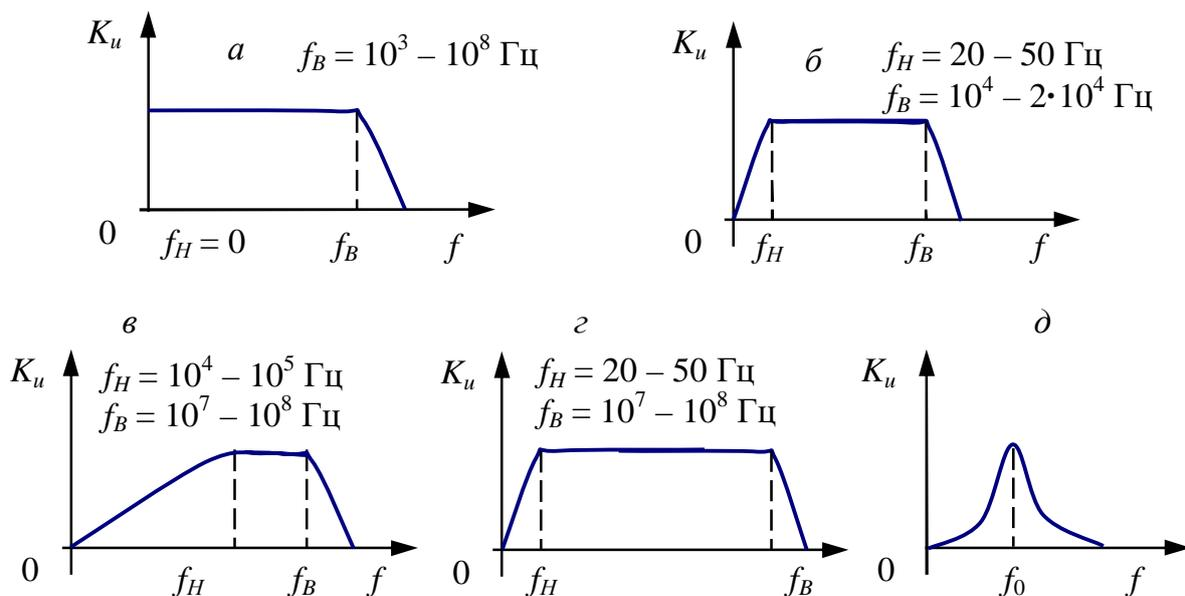

Рис. 10.45. Амплитудно-частотные характеристики усилителей:
- усилители медленно изменяющихся напряжений и токов или усилители постоянного тока (рис. 10.45, а);
- усилители низких частот (рис. 10.45, б);
- усилители высоких частот (рис. 10.45, в);
- широкополосные усилители (рис. 10.45, г);
- узкополосные усилители (рис. 10.45, д).